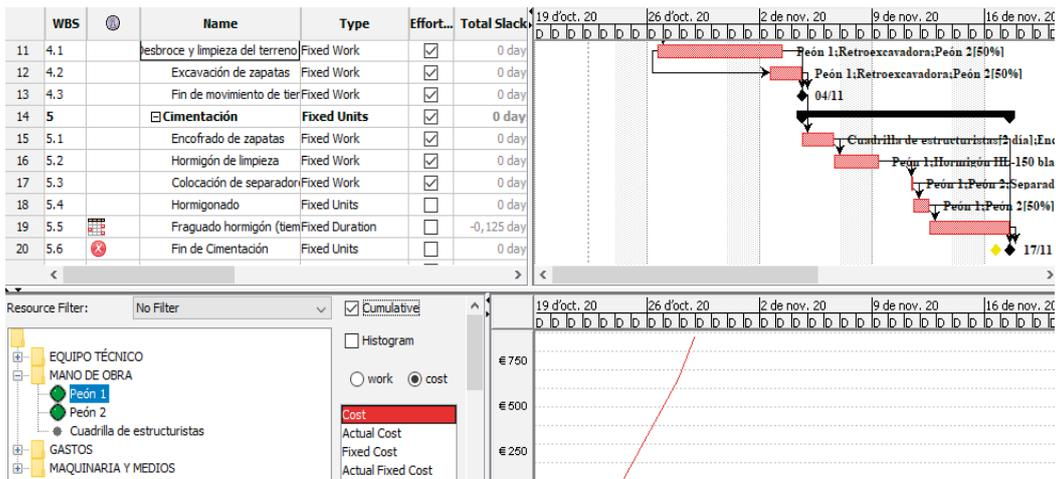

Figura 59.
**Charts:** muestra diversos gráficos para presentar la información del proyecto (*Cost, Actual Cost, Fixed Cost, Remaining Cost*, etc.). Esta información puede mostrarse en formato de línea o de histograma, y acumulada o no. Véase ejemplo en la figura 59.